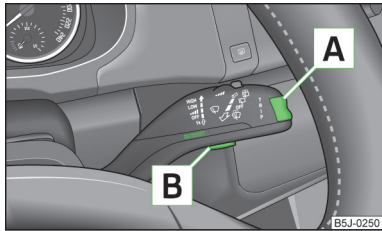

Fig. 22
Comutarea între cele două memorii se face de la tasta **[B]** » fig. 22 la pagina 32 din maneta de acționare a ștergătoarelor.
Tasta basculantă pentru selectarea opțiunilor de meniu **A** » fig. 22, precum și tasta de operare **B** se află în maneta ștergătoarelor de parbriz.
» Apăsați scurt pe tasta basculantă **A** » fig. 22, în partea de sus sau în partea de jos. Astfel se deschid consecutiv opțiunile de meniu individuale ale afîșajului multifuncțional.
» Apăsați repetat tasta **B** » fig. 22.
» Apăsați mai lung tasta **B** » fig. 22.
- ▶ Cu tasta  » fig. 22 la pagina 32 selectați opțiunea de meniu **Warning at** (avertizare la) (afișajul MAXI DOT, respectiv  (afișaj segment).
- ▶ Cu tasta [A] » fig. 22 la pagina 32 selectați opțiunea de meniu **Warning at** (avertizare la) (afișajul MAXI DOT, respectiv ⊖ (afișaj segment).